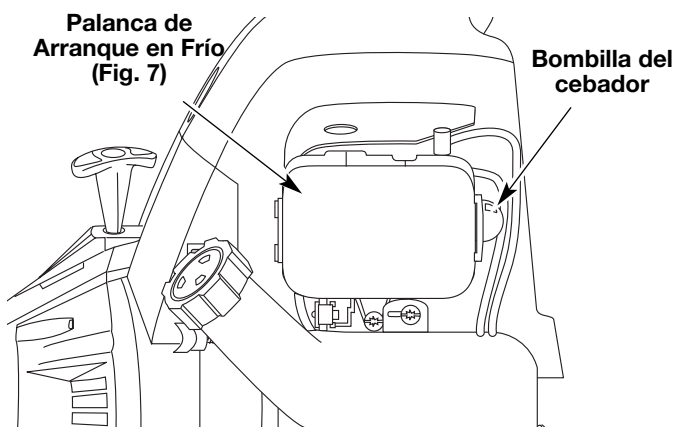

Fig. 8
4. Oprima completamente el cebador y suéltelo 10 veces. Hágalo lentamente. Se deberá ver un poco de **combustible en el cebador** y en las tuberías de alimentación de combustible (Fig. 8). Si no puede ver el combustible en el cebador, oprímalo y suéltelo tantas veces como sea necesario hasta que vea combustible en el mismo.